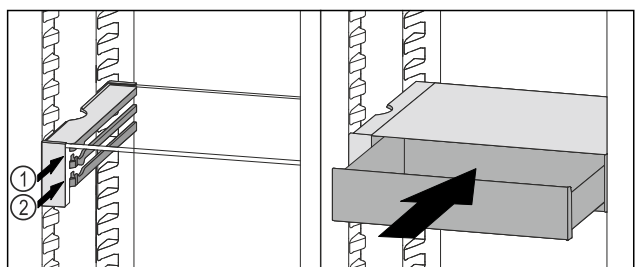

Fig. 111
- ▶ Założyć szufladę VarioSafe za stoperami na wybranych żebrowach Fig. 111 (1) lub Fig. 111 (2).